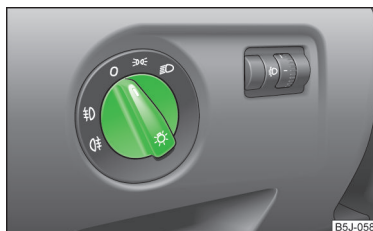

Fig. 40
En los vehículos con **dirección a la derecha**, la disposición de los elementos de manejo se diferencia en parte de la disposición mostrada en » **fig. 40 de la página 59**. No obstante, los símbolos que marcan las posiciones de los elementos de manejo son iguales.
Posiciones del conmutador de luces » fig. 40.
► Gire el conmutador de luces a la posición 0 » fig. 40 de la página 59.